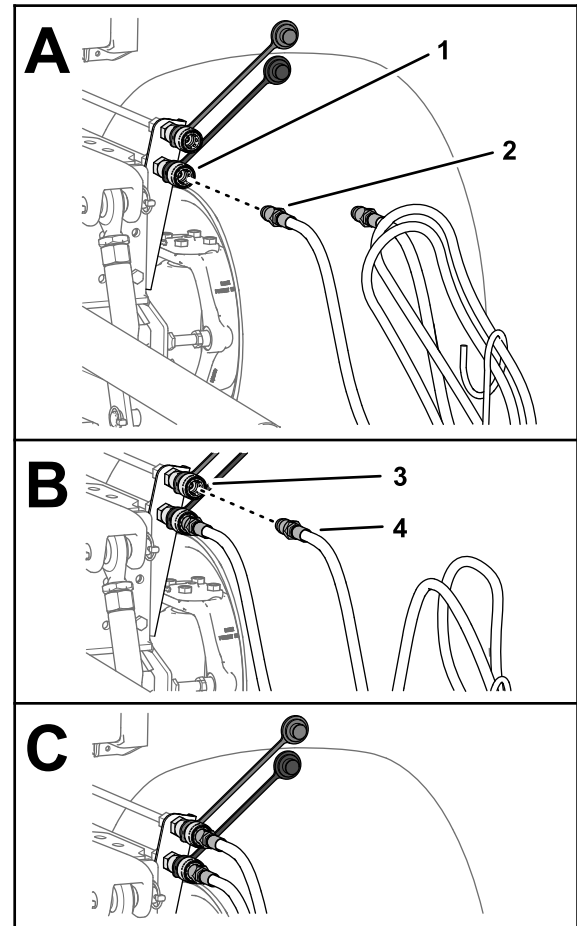

Figura 29
7. Conecte el acoplamiento rápido de la manguera de extensión del accesorio al acoplamiento rápido del circuito de extensión (Figura 29).
8. Conecte el acoplamiento rápido de la manguera de retracción del accesorio al acoplamiento rápido del circuito de retracción (Figura 29).